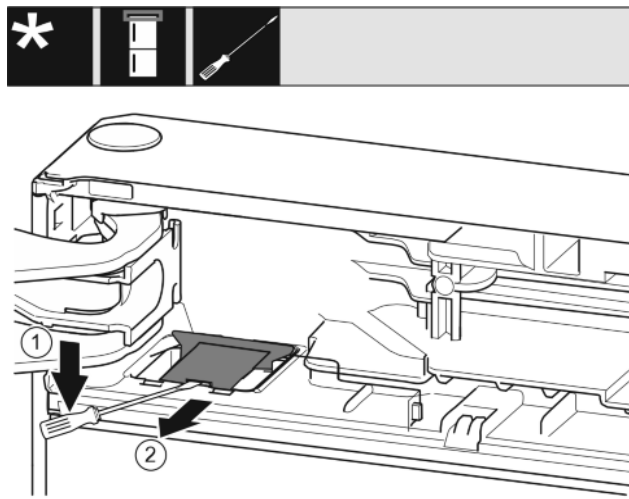

Fig. 8
- ▶ Za pomocą śrubokręta wyczepić osłonę i podnieść. Fig. 8 (1)
- ▶ Wyjąć osłonę. Fig. 8 (2)